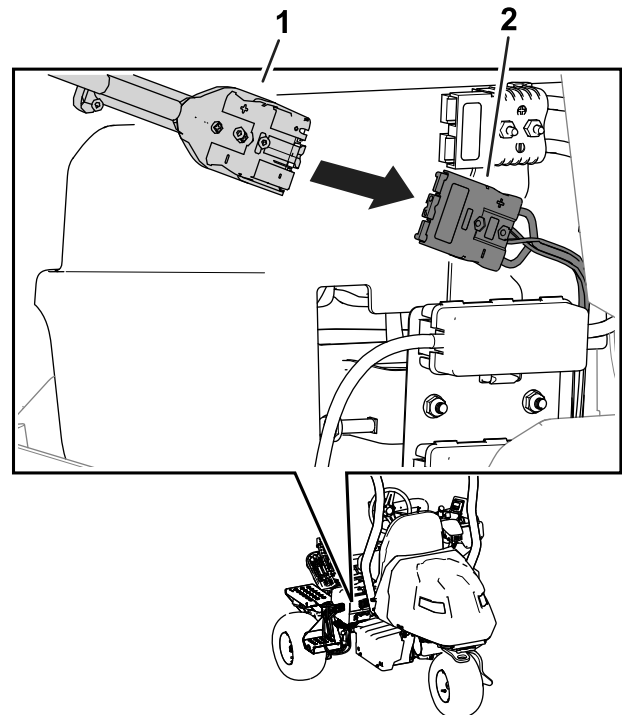

Bild 33
7. Schieben Sie den Ladegerät-Ausgangsstecker in den Ladegerätanschluss in der Maschine (Bild 33).